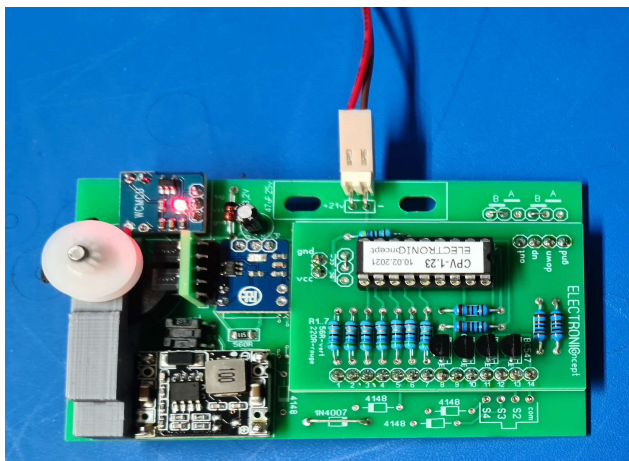

Figure 3
- Brancher le câble sur la Fiche du compteur.(Figure 3).
- Schließen Sie das Kabel an den Stecker des digitalen Messgeräts an (Abbildung 3).